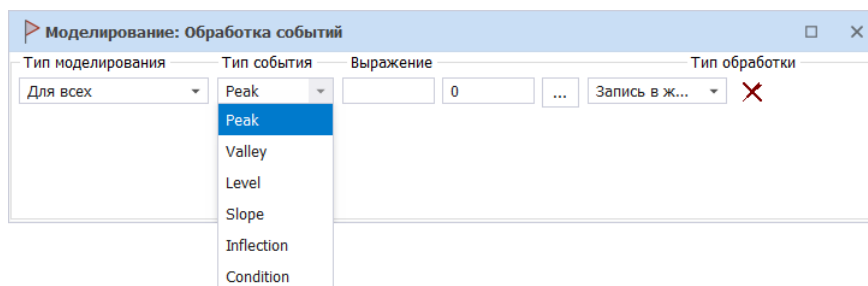

Рис. 190 Выбор типа события
3. Создайте событие Peak (абсцисса локального максимума), см. Рис. 190.